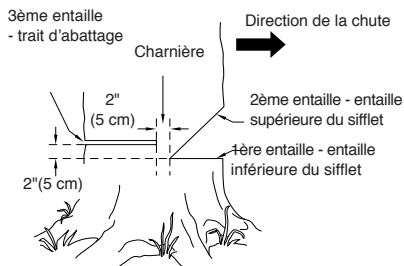

Figure 12 - Abattage d'un arbre
Un sifflet d'abattage correctement placé permet de déterminer la direction de la chute de l'arbre. Placer le sifflet d'abattage du côté de l'arbre où l'on veut qu'il tombe. (voir la Figure 12.) Procéder de la façon suivante pour faire le sifflet.
1. Faire l'entaille inférieure aussi près du sol que possible. Tenir la tronçonneuse de manière à ce que la guide-chaîne soit horizontale. Tailler sur 1/3 du diamètre du tronc d'arbre. (voir la Figure 12.)
Exemple : Si l'entaille inférieure a 20 cm (8 po) de profondeur, commencer l'entaille supérieure à 20 cm au-dessus de cette dernière. Scier vers le bas à un angle de 45°. L'entaille supérieure doit rencontrer l'extrémité de l'entaille inférieure. (voir la Figure 12.)
1. De l'autre côté de l'arbre, faire le trait d'abattage à 5 cm (2 po) au-dessus de l'entaille inférieure du sifflet. (voir la Figure 12.) Faire le trait parallèle à l'entaille inférieure.